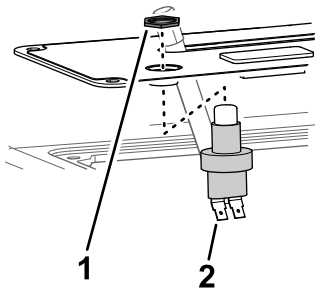

Bild 5
3. Montieren Sie den Schalter mit der Klemmmutter am Armaturenbrett und ziehen die Klemmmutter mit der Hand an (Bild 5).